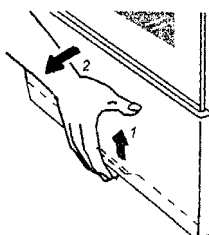

Рис. 10
7.5.1 Чтобы открыть дверку её нужно приподнять вверх, удерживая за специально выполненную выдавку снизу и наклонить на себя (рис. 10).